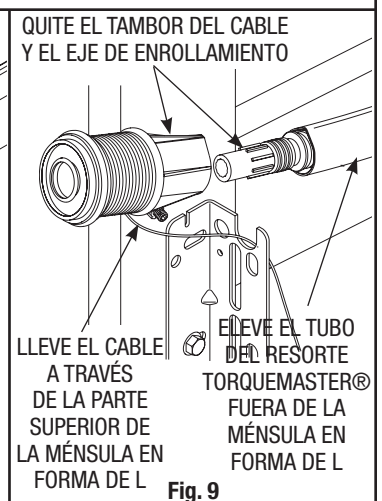

Fig. 9
Paso 9: Eleve el lado derecho del tubo del resorte TorqueMaster® y deslice el tambor del cable hacia afuera. Vuelva a alinear la ranura del eje de enrollamiento con la muesca radial en la ménsula en forma de L y lleve el cable de contrapeso con el tambor sobre la ménsula en forma de L. Eleve el lado izquierdo del tubo del resorte TorqueMaster® y deslice el tambor del cable y el eje de enrollamiento hacia afuera (Fig. 9). Lleve el cable de contrapeso con el tambor sobre la ménsula en forma de L. Eleve el ensamble del resorte TorqueMaster® hacia afuera de las ménsulas en forma de L y fuera de la puerta de entrada. Desenganche los cables de contrapeso de los soportes inferiores y quite todas las piezas del área de trabajo.